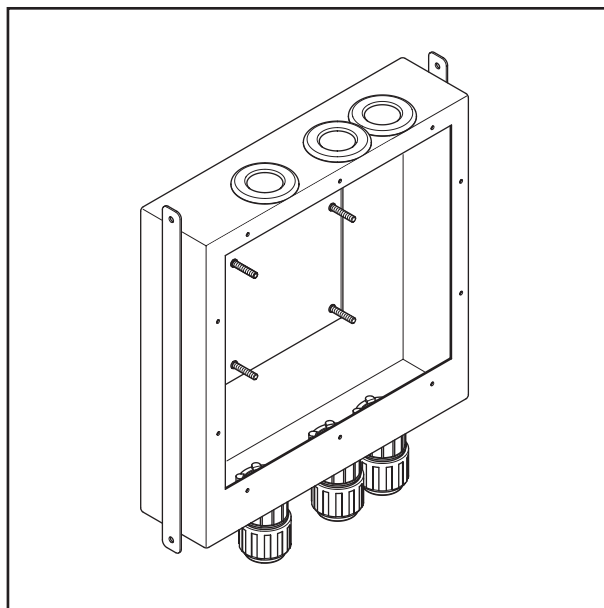

Fig. 4: Förutsättningar för montering
3. Joramark 30200 inbyggnadslåda är öppen (fig. 4).